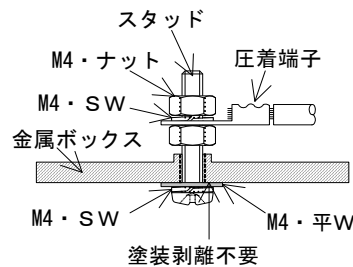

図 2-1
- (i) 金属ボックスの接地はボックス外側から締付けている既存の接地用ねじを取外し、新たに M4×20 のねじを接地スタッドして取付ける。この時のボックス表面の塗装は剥離しなくてもよい。図 2-1 参照。
- (j) コントロールボックス内の端子台から金属ボックスへの接地線の接続は、金属ボックス内側の (i) 項目で設けた接地スタッドに接続すること。図 2-1 参照。